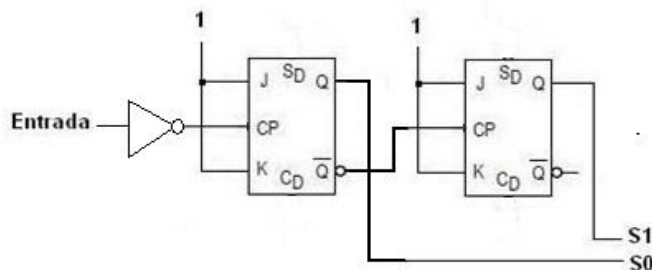
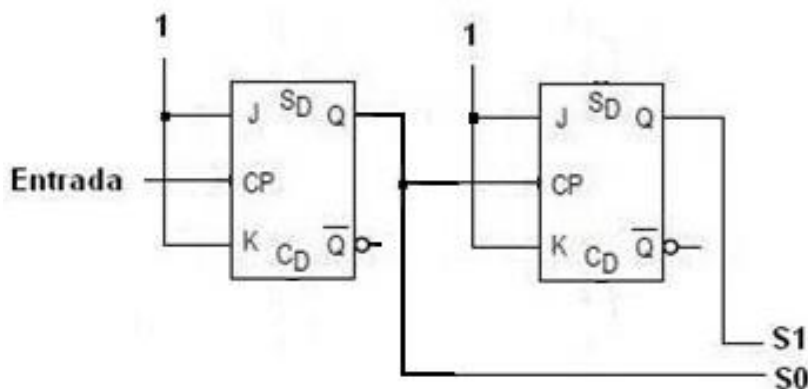

Figura 2
Figura 3
a) El circuito de la Figura 2 es un contador asíncrono ascendente de 2 bits, cuyo diseño no es objeto de esta práctica. En cada flanco de reloj, el número binario $S1S0$ se incrementa una unidad. Cuando se alcanza el valor máximo (11), el siguiente valor es el inicial (00).
Monta el circuito de la Figura 2. Recuerda poner las entradas **Enable** a 1 de forma permanente, así como las entradas J y K, y poner pulsadores en las entradas asíncronas **Preset** y **Clear** (S_D y C_D en la Figura 2, respectivamente). **Entrada** debe ser un reloj sacado del menú **Wiring** y fijado a 1 Hz. Por defecto los biestables se disparan en el flanco de subida (no cambies esa opción).
a) Realiza la simulación, inicializando los dos biestables a 0 con las entradas asíncronas **Clear** (C_D en la Figura 2). Comprueba su correcto funcionamiento.
b) Una vez hecho, monta el circuito de la Figura 3, conectando la salida del primer biestable (no la salida negada como en la Figura 2) a la entrada de reloj del siguiente biestable. Inicializa los dos biestables a 1 con las entradas asíncronas **Preset** (S_D en la Figura 3) y usa un reloj de 1 Hz como en el apartado anterior. ¿Cuál es ahora la secuencia de cuenta?
AVISO IMPORTANTE: Para que ambos contadores vayan sincronizados (cambien en el mismo instante de tiempo), es NECESARIO quitar el inversor que hay en la entrada de la Figura 2, mientras que el circuito de la Figura 3 se puede usar según está.